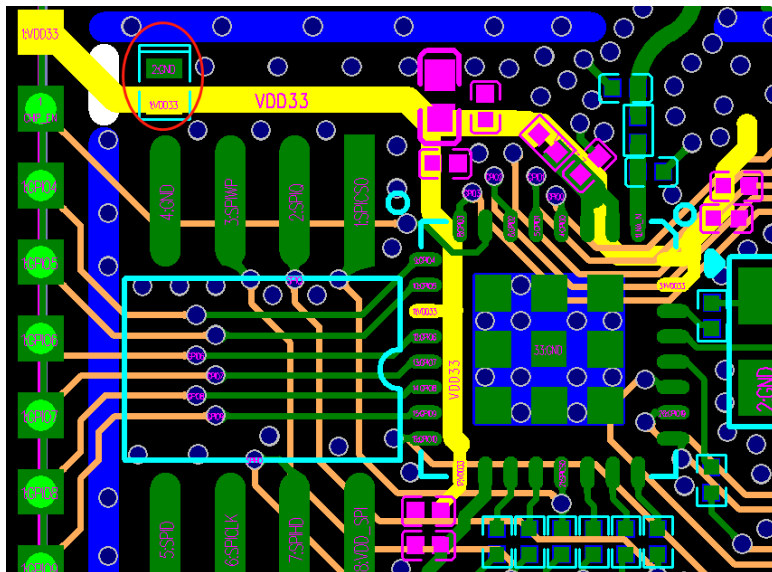

图 15: ESP32-C3 系列芯片四层板电源设计
- 图 15 中黄色高亮信号线即为 3.3 V 电源走线。主干电源走线的线宽建议至少 20 mil，管脚 2、管脚 3 分支电源走线建议至少 15 mil，其他分支电源走线建议 10 mil。
- 图 15 中红色圆圈部分为 ESD 保护管，靠近电源端口放置。电源走线进入芯片前需添加一个  $10\ \mu\text{F}$  电容，该电容与  $0.1\ \mu\text{F}$  电容搭配使用。而后电源走线可在此分支，进行星形走线，减少不同电源管脚之间的耦合。所有的去耦电容请靠近对应电源管脚放置，去耦电容的接地管脚请靠近打地孔，保证较短的返回路径。
如图 15 所示，如需在模组背面芯片下方添加散热焊盘 EPAD，建议对 EPAD 进行九宫格处理，间隙处盖油墨，而地孔则打在间隙处。这样可以有效地改善模组 EPAD 焊接至底板时的漏锡问题。